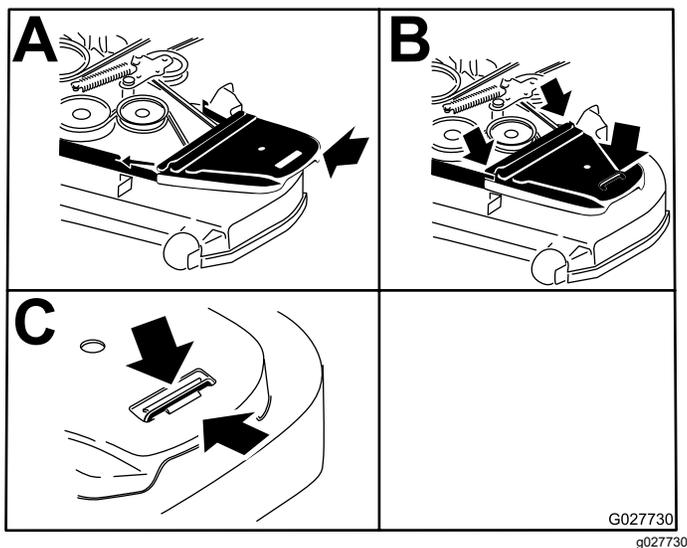

Рисунок 92
11. Установите крышки ремней (**Рисунок 92**).